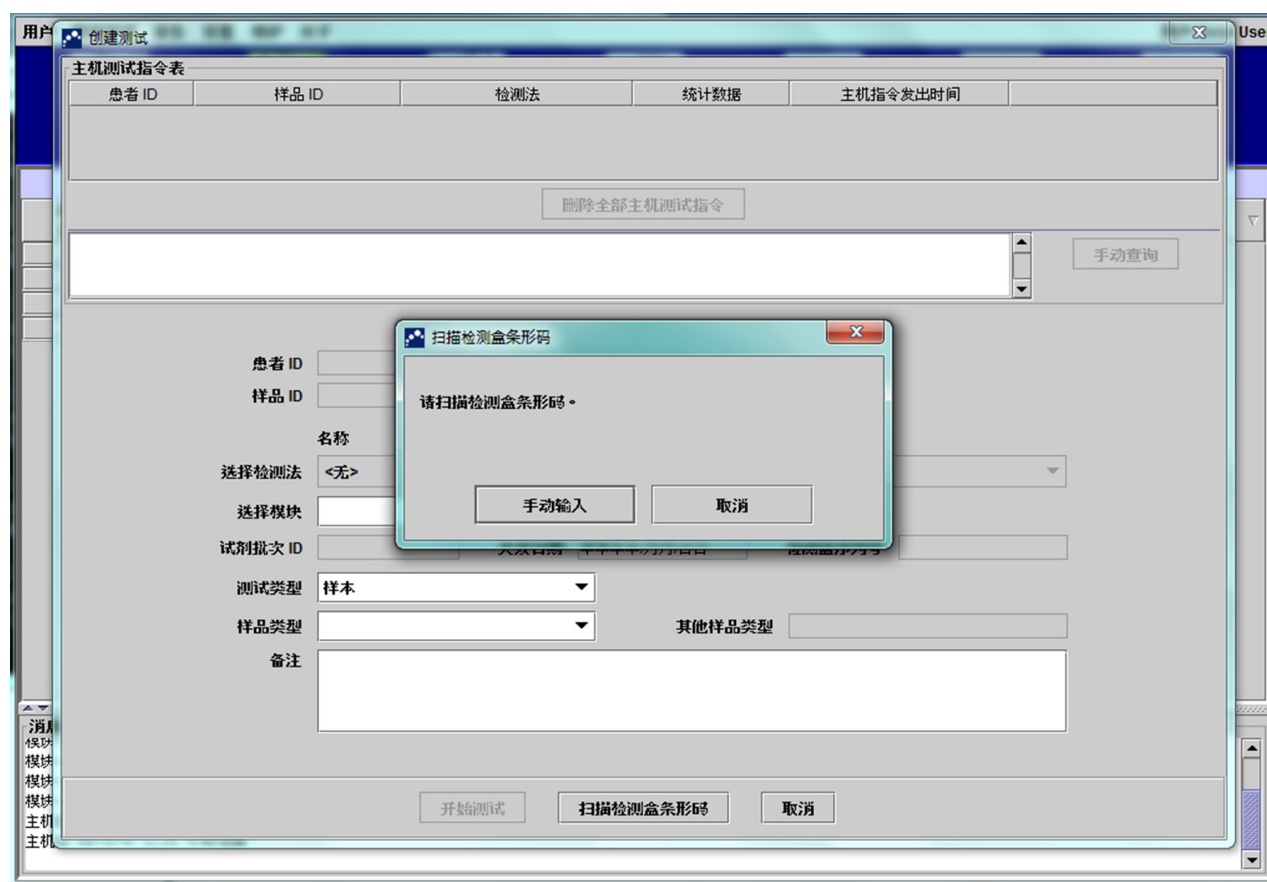

图 5-114. 指令表扫描条形码检测盒叠加屏幕
2. 主机测试指令（Host Test Order）屏幕将与扫描条形码检测盒（Scan Cartridge Barcode）叠加屏幕一起显示。请参见图 5-114。
- 根据图 5-114 中的说明，使用附带的扫描器扫描检测盒条形码。